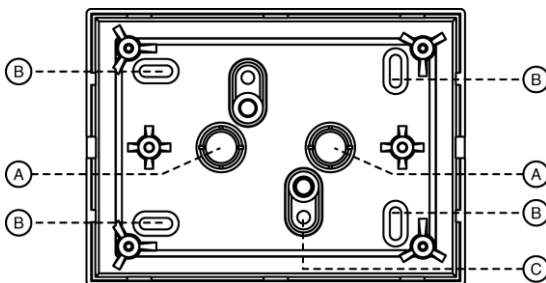

Figura 18 – Scatola da parete per tastiera
1. Aprire uno o entrambi i passaggi dei cavi presenti (figura 18, A).
2. Posizionare la scatola da parete e segnare i fori di fissaggio (figura 18, B) e il foro per il tamper antistrappo (figura 18, C).